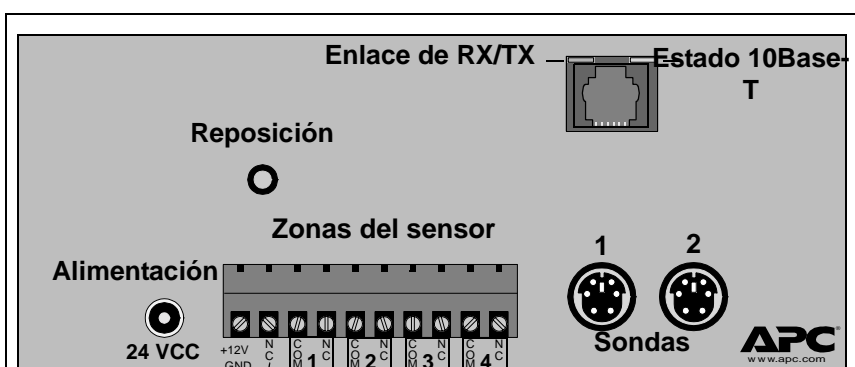

Figura 2. Panel posterior de la unidad EMU
1. Conecte un par retorcido de cable calibre 22 AWG a los terminales de contacto secos N° 3 y N° 4 del conector del bloque de terminales (vea la Figura 2). No hay requisitos de polaridad (consulte la tabla siguiente).